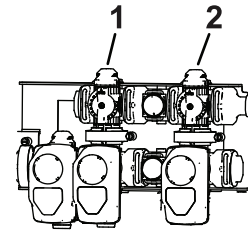

Figura 22
11. Ajuste la válvula de desvío de agitación (Figura 22), situada en la parte trasera de la válvula de
9. Ajuste la palanca de la válvula maestra de desvío para controlar la cantidad de agitación en el depósito (Figura 22).